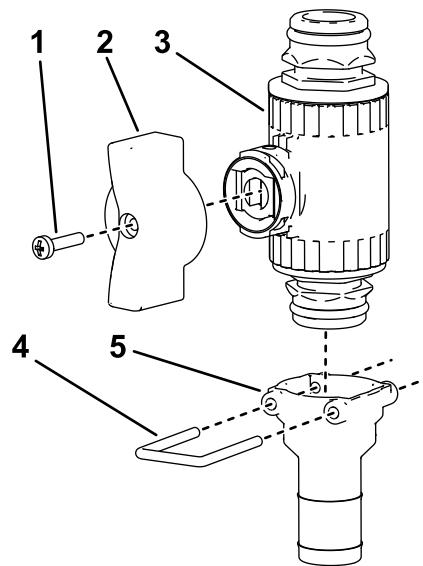

Bild 31
12. Befestigen Sie das gerade Anschlussstück am anderen geraden Regelventil mit dem Arretierbügel, wie in **Bild 31** dargestellt.